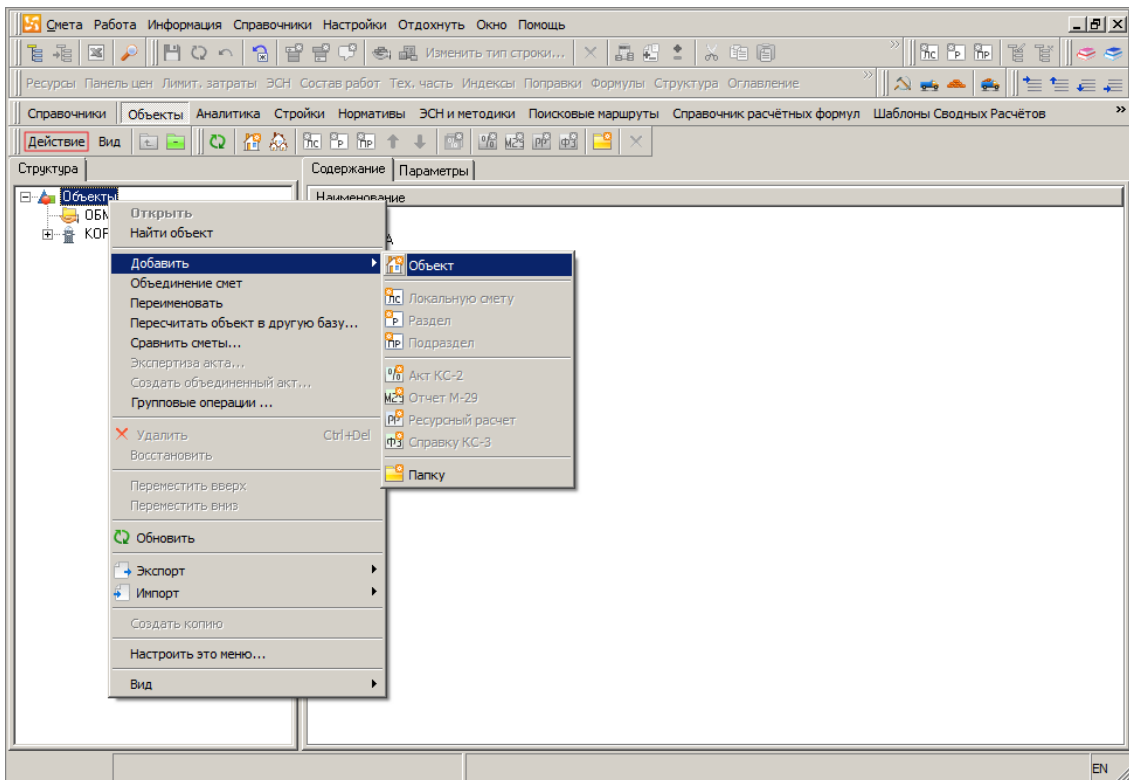

Рис. 2. Создание объекта с помощью контекстного меню
- щелкните правой кнопкой мыши по справочнику Объекты в Менеджере и в контекстном меню выберите пункт **Добавить --> Объект** (см. рис. 2);
- нажмите на кнопку **Действие** и выберите пункт **Добавить --> Объект** (см. рис. 2).